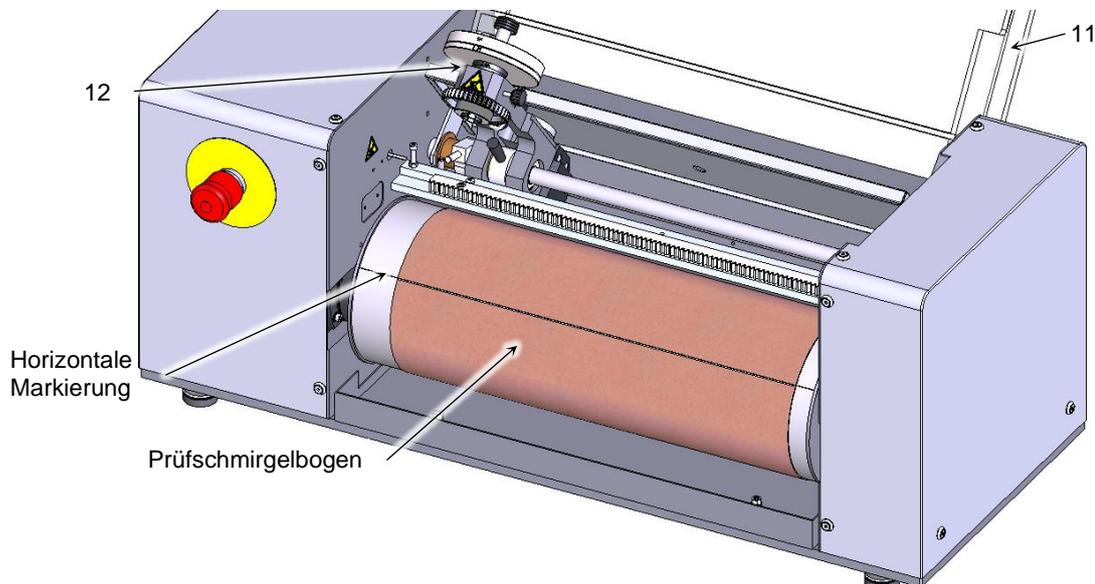

Abb. 4 Rüsten und Austausch des Prüfschmirgelbogens
- Öffnen Sie die Schutzhaube (11, Abb. 4).
- Schwenken Sie den Probenhalter (12, Abb. 4) nach hinten.